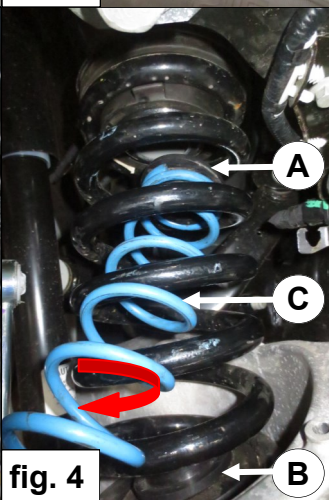

fig. 4
4. Plaats veerschotel A op de bovenzijde van de hulpveer C en centreer deze in de bovenste veerschotel. Zie fig. 4 & 5.